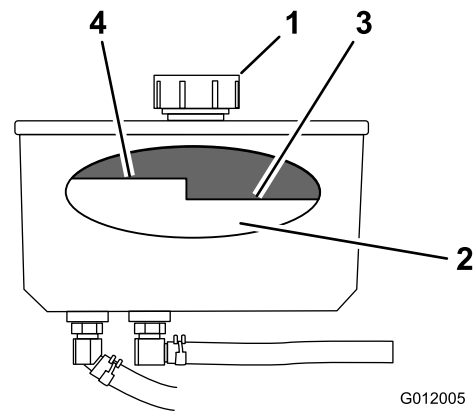

Figura 71
3. Limpie alrededor del cuello de llenado y el tapón del depósito de aceite hidráulico (Figura 71).
4. Retire el tapón del cuello de llenado (Figura 71).
Nota: El nivel de fluido debe estar por debajo del nivel caliente del tabique cuando el fluido está caliente (Figura 71).